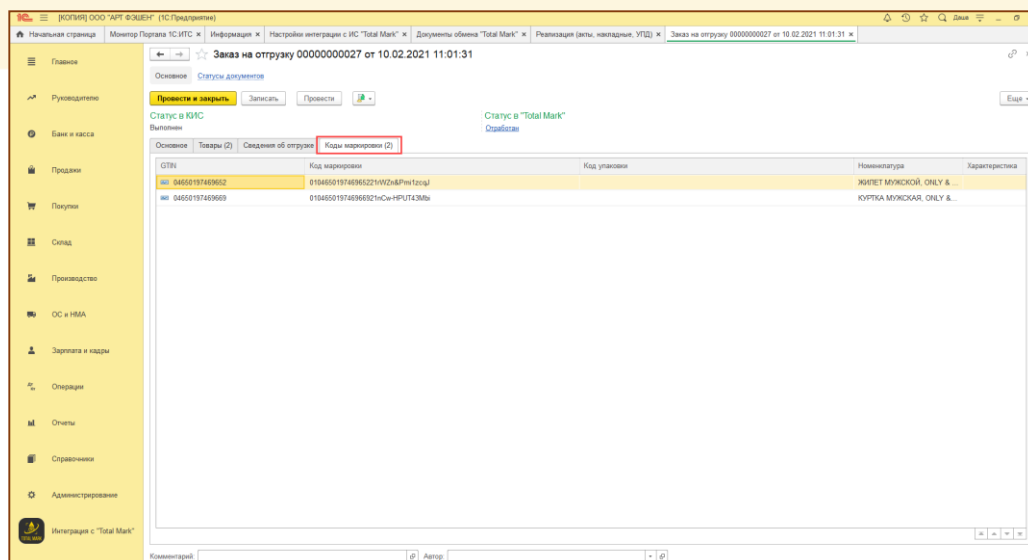

Рис. 9-2 - Получение КМ в 1С: БП
- 5) Если открыть Заказ на отгрузку, видно, что коды маркировки успешно загружены (Рис. 9-2);